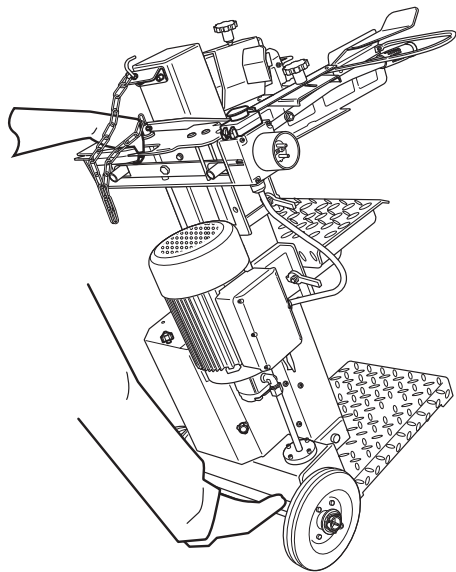

Fig. 15
- > Abaissez la poignée de transport [20] et faites basculer l'appareil sur les roues. Vous pouvez maintenant déplacer l'appareil en le faisant rouler sur ses roues [14] (Fig. 15).